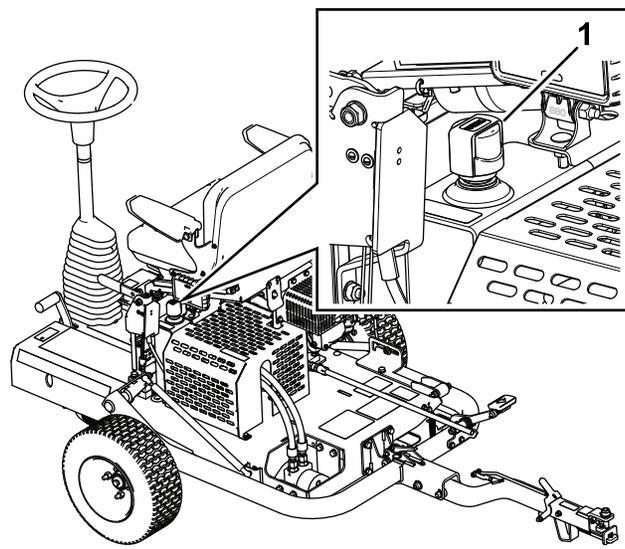

Рисунок 21
3. Снимите крышку гидравлического бака и проверьте уровень гидравлической жидкости с помощью щупа (Рисунок 21).